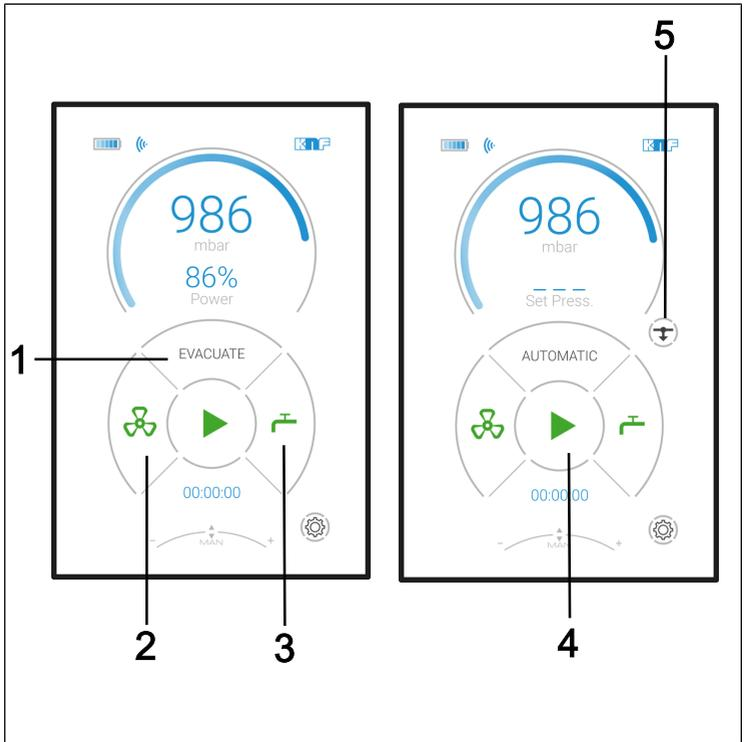

图7：触摸屏上的菜单及按钮
- 用于选择操作模式（图 7/1）的菜单。
- 操作按钮（图 7）具有以下功能：
按开始 （图 7/4）来开始程序。
按停止 （图 7/4）来结束程序。
按按钮 *AUF*  来打开排气阀（图 7/2）。
如果排气阀长时间开启（显示屏上显示 *ZU*  按钮），可以通过按按钮 *ZU* （图 7/2）再次关闭排气阀。
按按钮（图 7/3）的 *AUF*  来打开高性能冷凝器上的冷却液阀。
按按钮（图 7/3）的 *ZU*  来关闭高性能冷凝器上的冷却液阀。